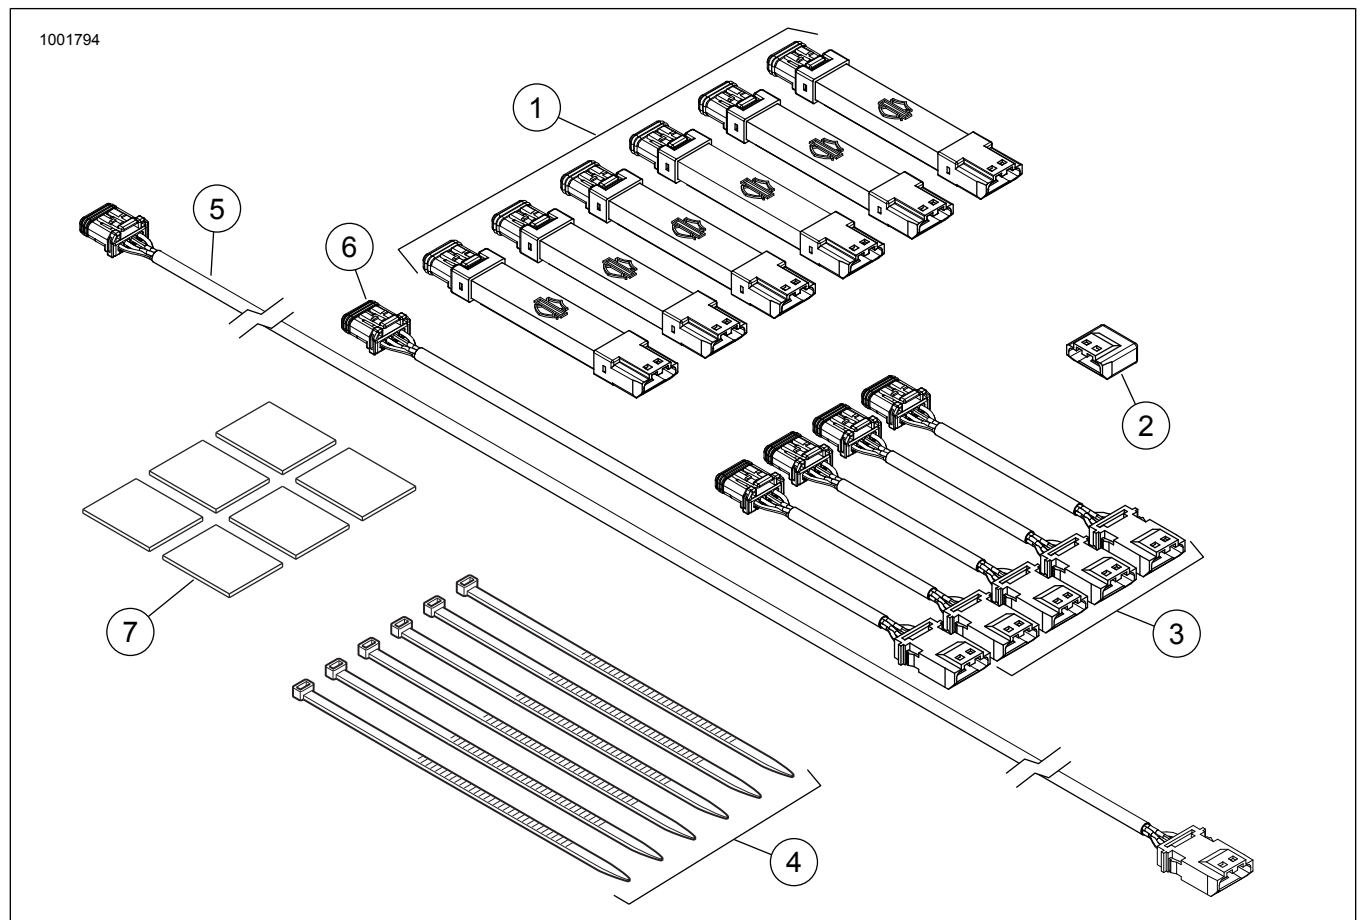

Figure 2. Pièces de rechange, kits de fuseaux d'éclairage Spectra Glo
Voir Figure 2 et Voir le Tableau 1.
2. Figure 2 Monter les nacelles d'éclairage (1) et les faisceaux (3, 5 et 6) (montage à sec) dans la configuration souhaitée.